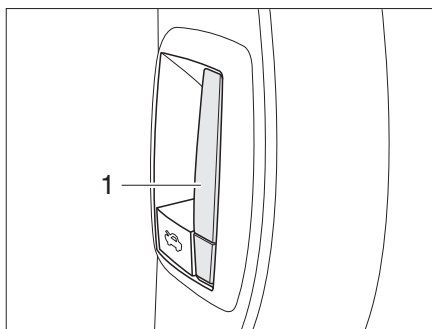

Bild 33 Låsspak motorhuv insida
- Drag i spaken (Bild 33,1) på instrumentbrädan på fordonets vänstra sida. Motorhuven öppnar sig till låshakens stoppläge.